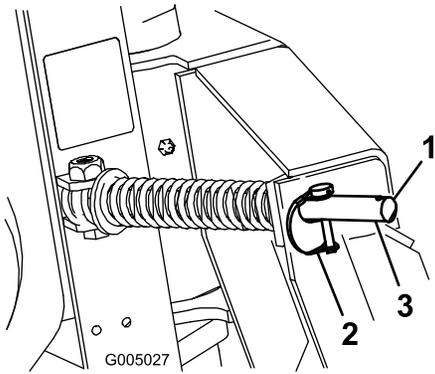

图 6
1. 将保险销移动到弹簧杆外部的孔中让犁从一侧移到另一侧 图 6。
1. 将保险销移动到弹簧杆的内孔中以防止左右移动图 6。